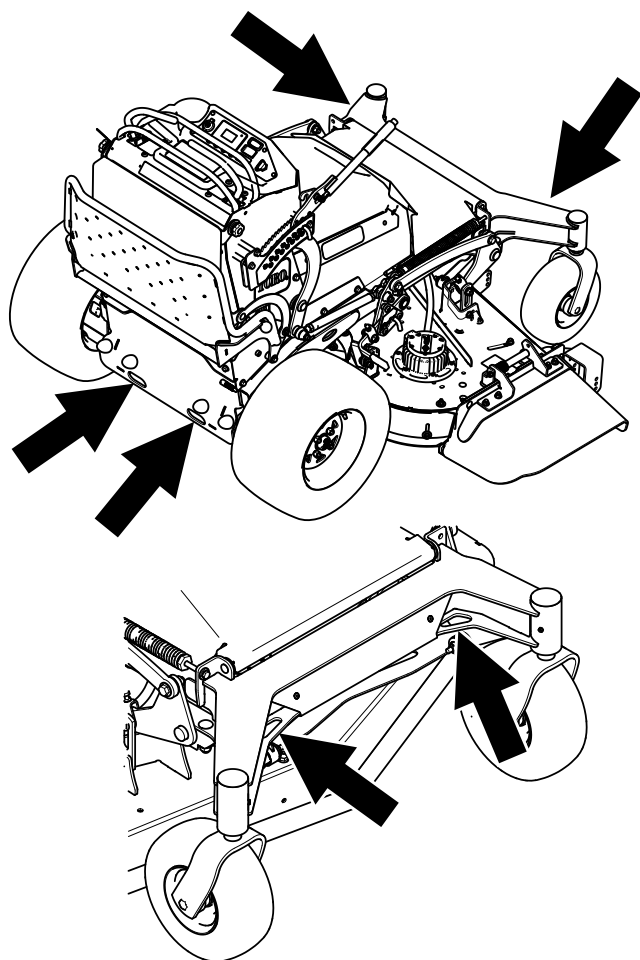

Figura 39
7. Amarre la máquina cerca de las ruedas giratorias delanteras o los orificios del bastidor delantero, y junto a los orificios del parachoques trasero con correas, cadenas, cables o cuerdas (Figura 39). Consulte la normativa local respecto a los requisitos de amarre.